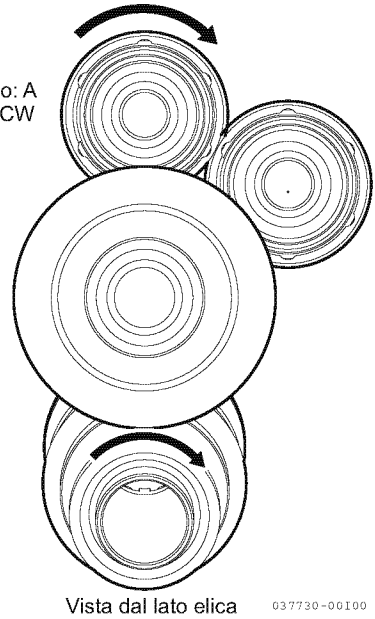

Figura 6
3. In tale condizione, l'elica ruota in direzione di **Figura 6** all'avvio del motore.